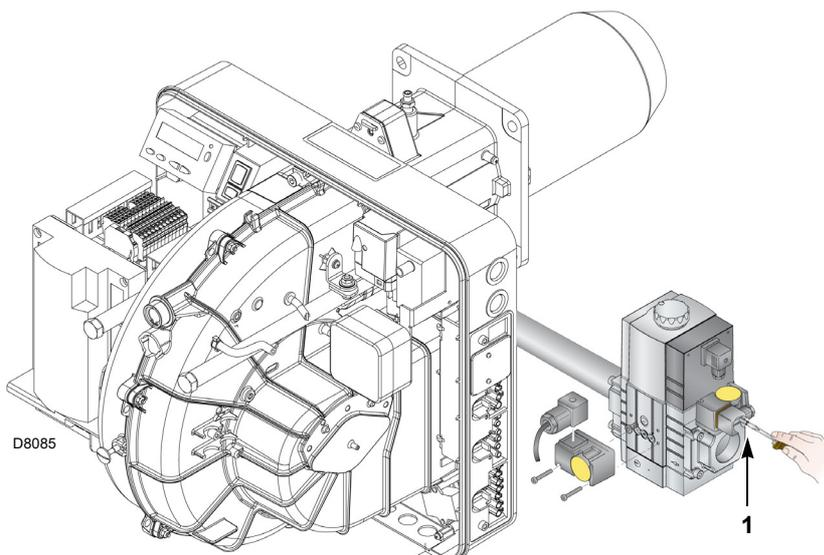

Fig. 30
- Controllare la pressione di alimentazione del gas collegando un manometro sulla presa di pressione 1)(Fig. 30) del pressostato gas di minima: deve essere inferiore alla pressione massima consentita della rampa gas, riportata nella targhetta delle caratteristiche.
- Sfiatare l'aria dalla tubazione della rampa gas, collegando un tubo in plastica sulla presa di pressione 1)(Fig. 30) del pressostato gas di minima. Portare all'esterno dell'edificio il tubo di sfiato, fino ad avvertire l'odore del gas.